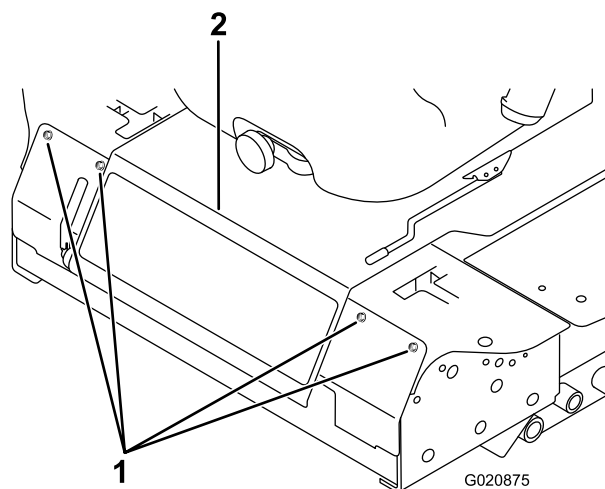

Figura 76
2. Togliete i bulloni che fissano il pannello anteriore, e rimuovete il pannello (Figura 76).